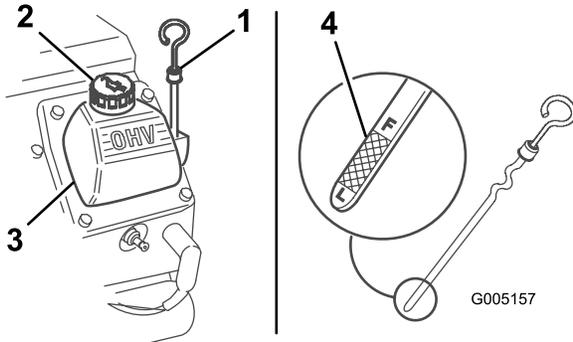

Рисунок 8
3. Очистите область вокруг масломерного щупа (Рисунок 8).
4. Вытяните масломерный щуп и вытрите металлический конец начисто (Рисунок 8).
5. Вставьте щуп в масломерную трубку до упора (Рисунок 8).
7. В случае низкого уровня масла очистите область вокруг крышки для залива масла и снимите крышку (Рисунок 8).